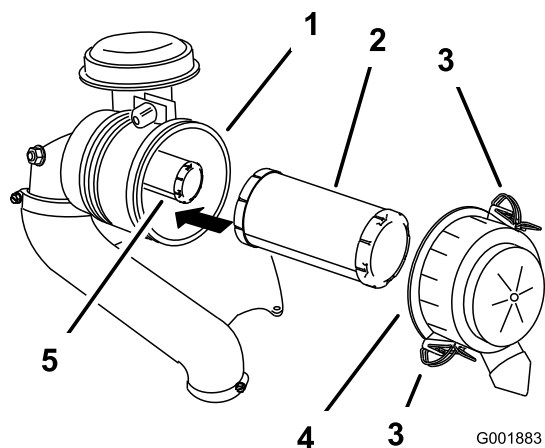

Figure 37
4. Déverrouillez le filtre à air et détachez le couvercle du boîtier du filtre (Figure 37).
6. Sortez le préfiltre du boîtier du filtre avec précaution (Figure 37).
- Si vous remplacez l'élément intérieur, insérez-le avec précaution dans le corps du filtre (Figure 37).
- Glissez ensuite le préfiltre sur l'élément intérieur avec le même soin (Figure 37).
- Remettez en place et verrouillez le couvercle du filtre à air (Figure 37).